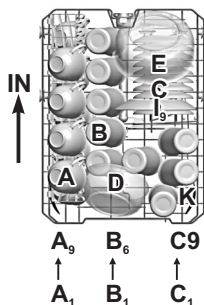

Рис.10
- Схема оптимальной укладки посуды в верхней корзине посудомоечной машины модели 45301 и ее исполнений представлена на рис. 10.